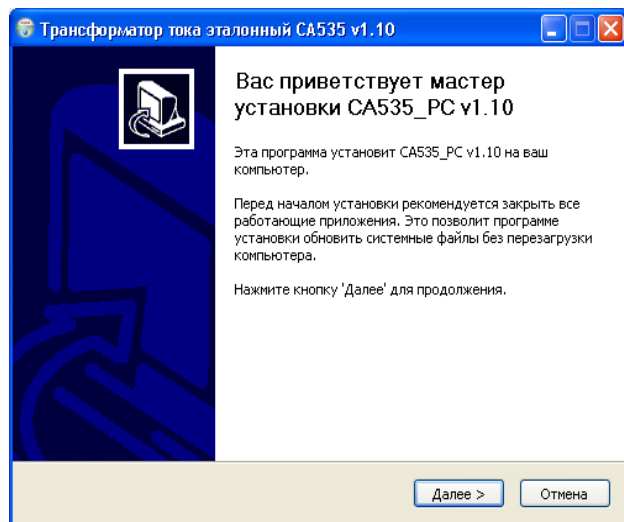

Рисунок 6.7
1) Из директории "CA535_PC", запустить исполняемый файл  setup_CA535_PC_xxx.exe (xxx – версия программы). На экране появится окно мастера установки CA507_PC (рисунок 6.7). Закройте все работающие приложения и щелкнуть по кнопке **Далее**.